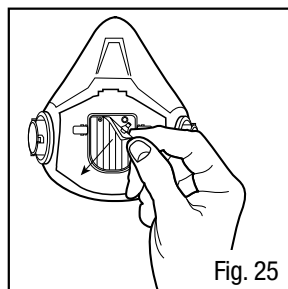

Fig. 25
2. Enlever la soupape d'exhalation 6583 3MMC existante de son siège en la saisissant et en retirant chaque tige de soupape de celui-ci (Fig. 25).